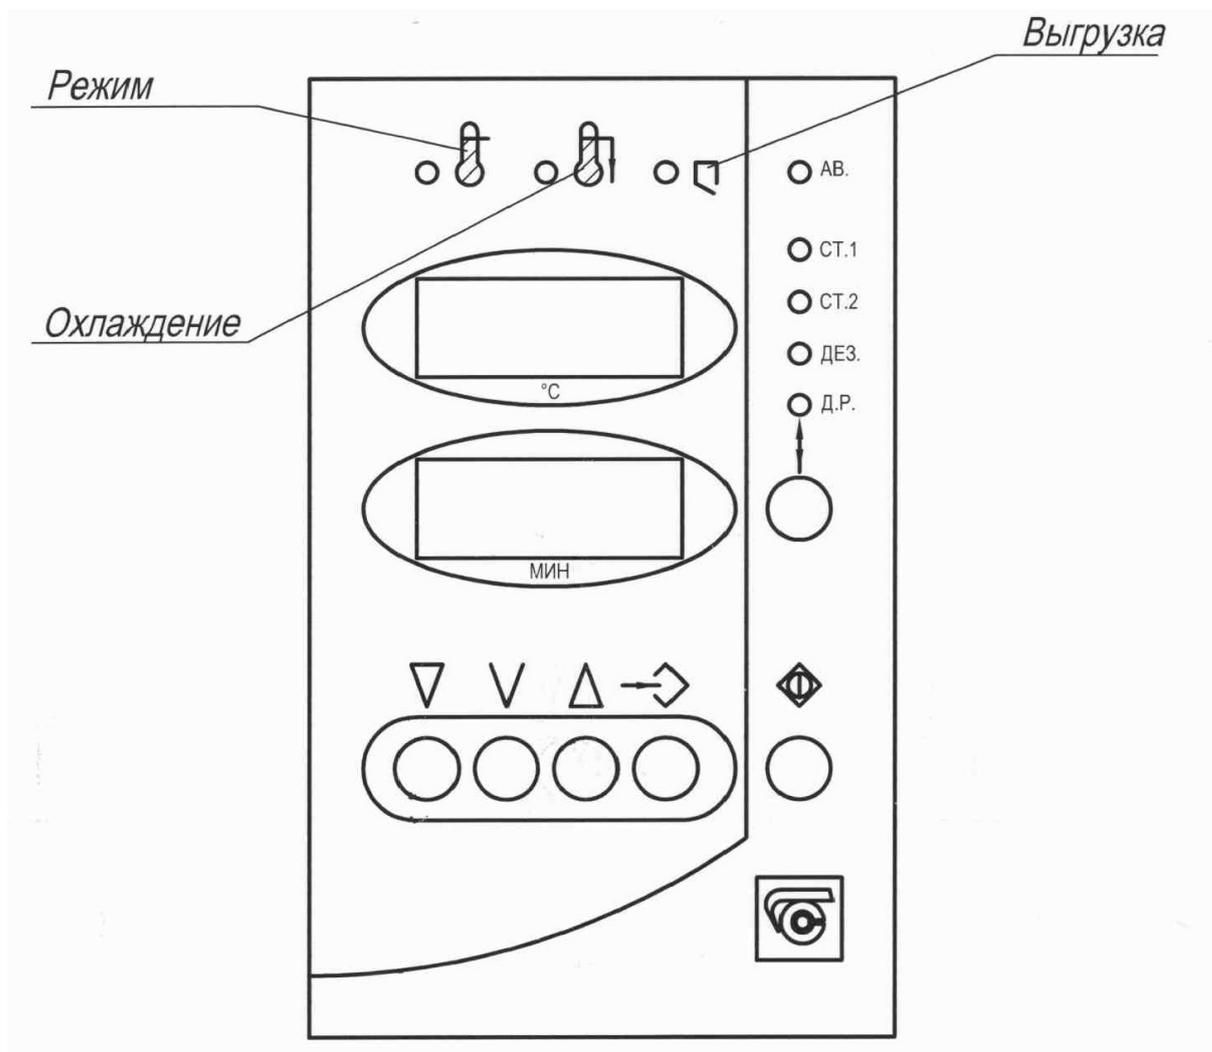

Рисунок 2 – Панель управления
10.4. Включить стерилизатор, нажав на выключатель сети, расположенный внизу приборного отсека, при этом включится вентилятор, на индикаторах температуры «°С» появится текущая температура в камере. Выбрать нужную программу работы стерилизатора путем последовательного нажатия на клавиши «↑» на панели управления (рисунок 2), при этом загорается соответствующий данной программе светодиод. На индикаторах температуры появится значение номинальной температуры выбранного режима, а на индикаторах времени «МИН» – время выдержки для выбранного режима.